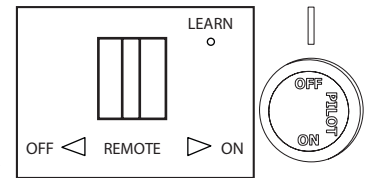

Fig. 26: Receptor y perilla de control
2. Coloque el interruptor del receptor en la posición "ON" (encendido) (consulte la Fig. 26).
3. Gire la perilla de control en dirección de las manecillas  del reloj hacia la posición OFF (apagado) (consulte la Fig. 26).
4. Espere cinco (5) minutos para que se despeje el gas. Luego verifique si hay olor a gas, incluso cerca del piso. Si percibe olor a gas, ¡DETÉNGASE! Siga la sección "B" de la información de seguridad, como se indicó anteriormente. Si no hay olor a gas, proceda con el próximo paso.
5. Presione levemente la perilla de control de gas y gírela en dirección contraria a las manecillas  del reloj hasta la posición "PILOT" (piloto) (consulte la Fig. 26). Presione la perilla de control.